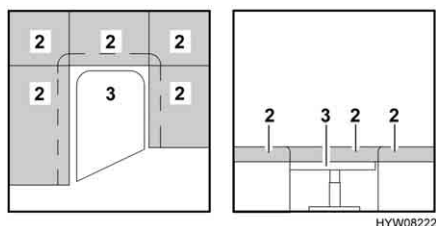

Fig. 70 Durante la trasformazione
- Trasformare il tavolo (Fig. 70,3) in struttura di supporto letto (vedi paragrafo 6.9).